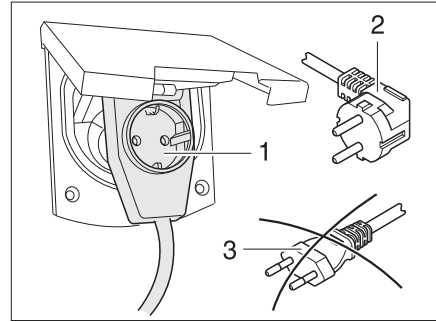

Bild 89 Anschluss an eine Winkelkupplung mit Steckdose
- ▶ Bei Verwendung einer CEE 17 Winkelkupplung mit rückseitig eingebauter Steckdose (Bild 89,1) nur einen gummierten und versiegelten IP 44 Stecker mit Schutzkontakt (Bild 89,2) verwenden. Keine Stecker ohne Schutzkontakt (Bild 89,3) verwenden. Gefahr eines Stromschlages!